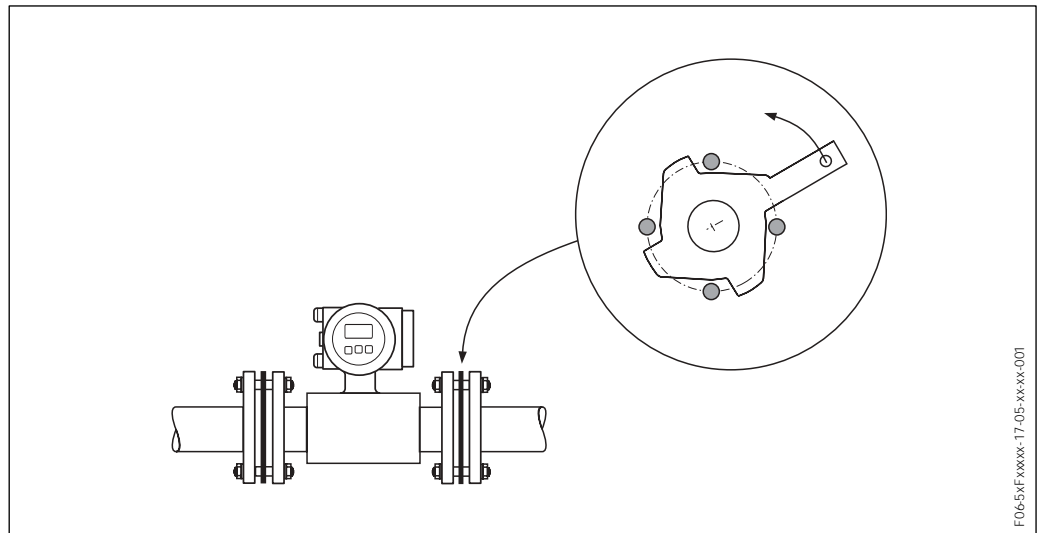

Fig. 19 : Montage de disques de masse (Promag P, DN 15...300)
3. Puis tourner les disques de masse comme représenté à la fig. 19 jusqu'à ce que la poignée soit arrêtée par les vis. Ceci centre automatiquement le disque de masse.